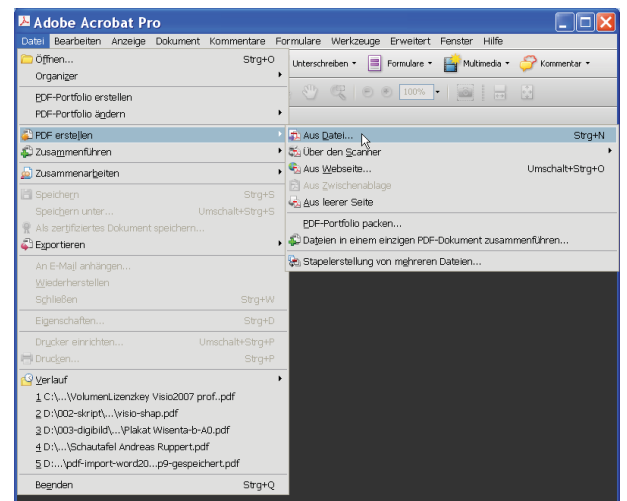

Abb. 6-1: Adobe Acrobat Professional
- In ADOBE ACROBAT selbst können Dateien beliebigen Speicherformats in PDF-Dokumente konvertiert, bearbeitet und mit Zugriffsrechten versehen werden (Abb. 6-1).
M DATEI | PDF ERSTELLEN | AUS DATEI: ... (Abb. 6-1) ►► wandelt eine einzelne Datei ohne Rückfrage nach der gewünschten Qualität in ein PDF-Dokument um.